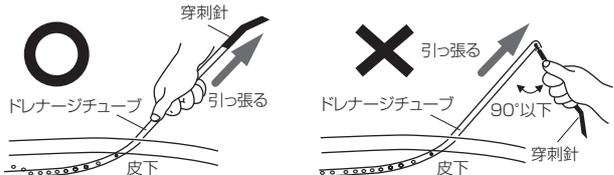

図2
- 3) 穿刺針とドレナージチューブを鋭角(90度以下)に曲げたまま引っ張らないこと。針の根元でチューブが破断する可能性がある。できるだけチューブ全体を把持して引き出すこと。(図2参照)